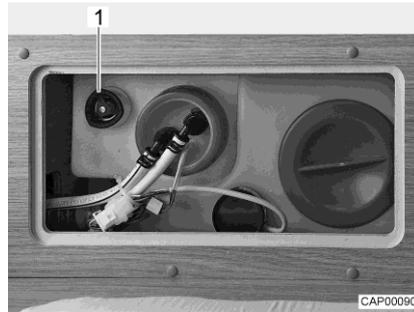

Fig. 90 Réservoir d'eau avec poignée tournante
- Faire tourner à fond dans le sens des aiguilles d'une montre la poignée tournante (Fig. 90,1) située sur le réservoir d'eau.
- Faire tourner la poignée tournante (Fig. 90,1) située sur le réservoir d'eau dans le sens inverse des aiguilles d'une montre jusqu'à ressentir une résistance. L'eau s'écoule, env. 20 litres restent.